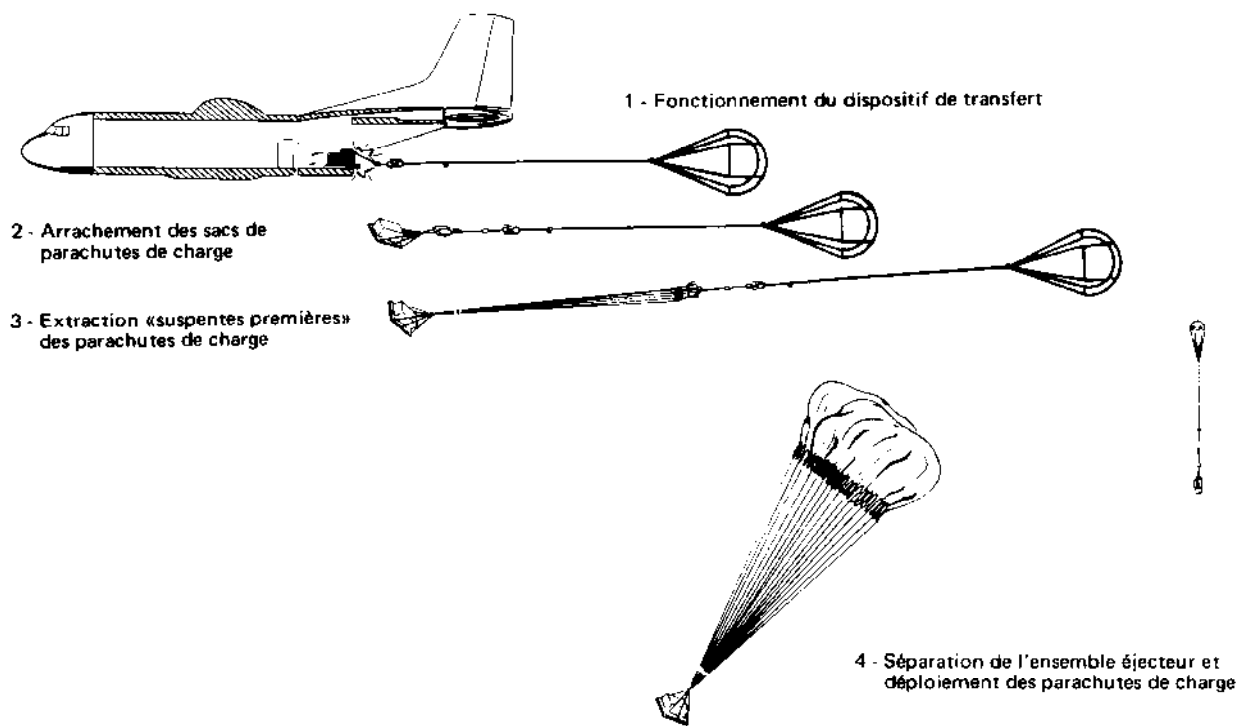

Fig. 2.11 – Fonctionnement- Transfert de trainée et extraction des parachutes de charge en largage classique
1. Lorsque l'arrière de la charge en mouvement parvient à la limite arrière de la rampe de chargement (fig. 2.11), le dispositif de transfert fonctionne et sépare la sangle de traction et la plate-forme.